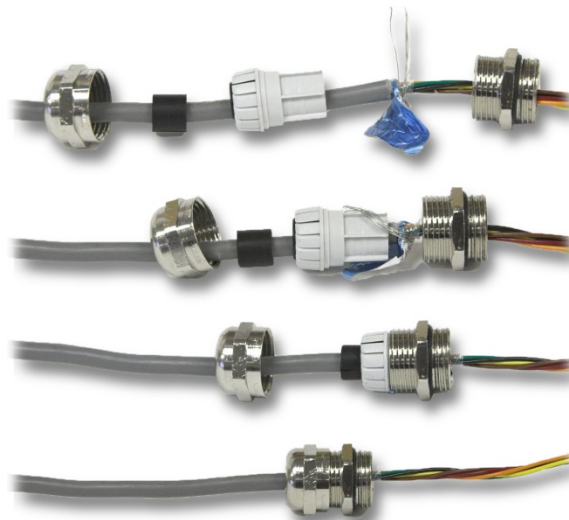

Abbildung 3-17: Abschirmungsabschluss an Kabelstutzen
3. Bei Kabeln mit Abschirmungen sollte die Abschirmung am Kabelstutzen abgeschlossen werden (siehe Abbildung 3-17). Die Abschirmungsdrähte nach außen spreizen und sicherstellen, dass genügend Abschirmungsdraht vorhanden ist, um einen guten Kontakt mit dem Metallteil des Kabelstutzens herzustellen.